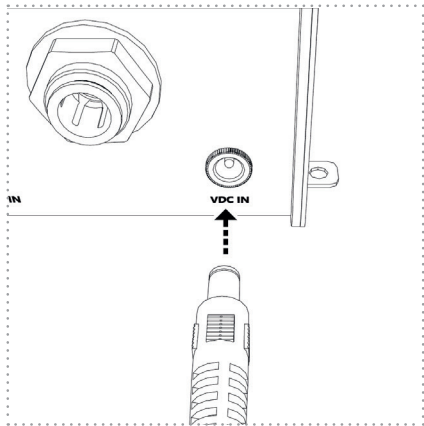

Abbildung: 21
6. Stecken Sie jetzt den Stecker des Anschlusskabels (Spannungsversorgung) in die davor vorgesehene Anschlussbuchse an der UV-Einheit (*Abbildung 21*).